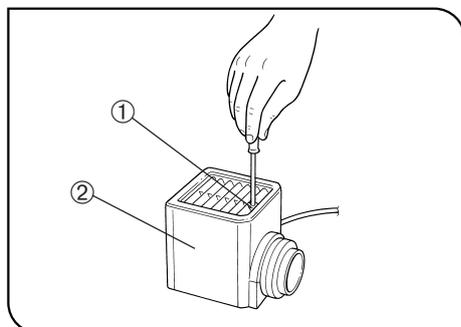

Abb. 22
3 Montieren der Halogenglühlampe (Abb. 22 bis 24)
5. Die Lampenhausabdeckung wieder von oben auf das Lampenhaus aufsetzen. Die Abdeckung nach unten drücken und dabei die Feststellschraube ① anziehen. (Abb. 22)